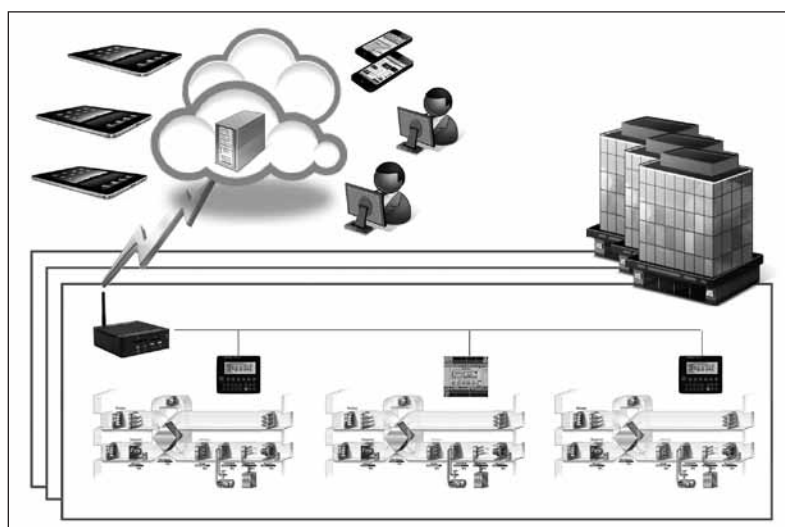

Рис. 1. Техническая структура
- подключение на “раз-два-три”. Подключаем контроллер к компьютеру. Компьютер к Internet. Входим с любого (мобильного или стационарного) устройства на сайт www.sky-vent.ru. Регистрируемся и получаем доступ к сервису (рис. 1);